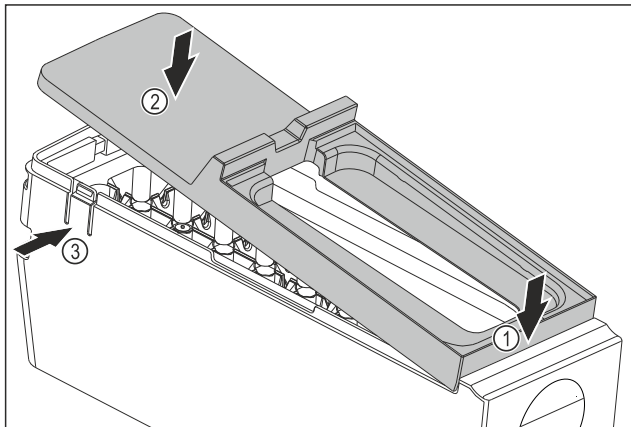

Fig. 77
- ▶ Afdekking van de EasyTwist-Ice-corpus monteren: Afdekking voor bevestigen. Fig. 77 (1)
- ▶ Afdekking achter neerlaten. Fig. 77 (2)
- ▷ Afdekking klikt hoorbaar in beide strips Fig. 77 (3) vast.